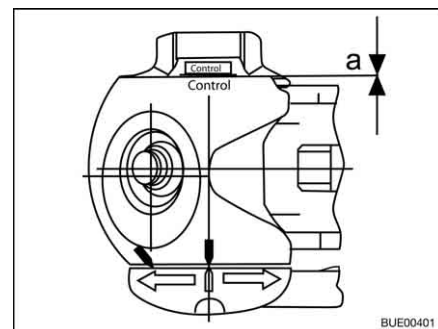

Bild 202 Verschleißkontrolle
- Abstand $a = 0$ (Bild 202): Reibbeläge kontrollieren und ggf. austauschen.